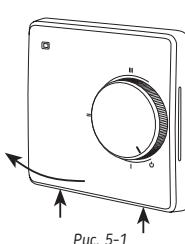

Рис. 5-1
1. Снимите лицевую крышку. Для этого тонкой шлицевой отверткой аккуратно поочередно надавите на защелки, расположенные снизу лицевой крышки терморегулятора, при этом потянуть ее на себя (рис. 5-1).